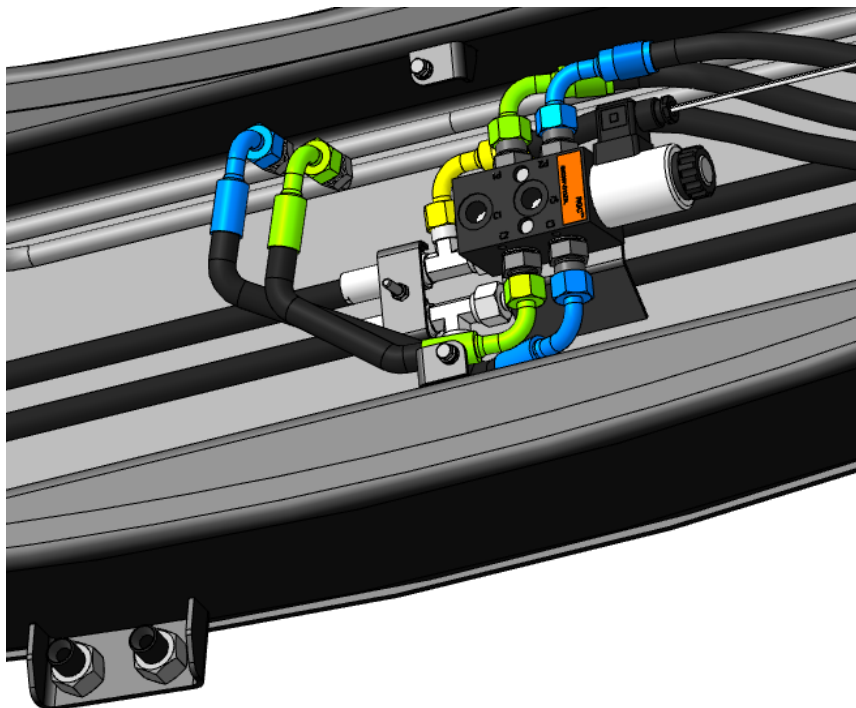

Рисунок 2.10
2.2.3.4 Присоединить угловыми концами с гайкой М20х1,5 РВД питания гидроцилиндров разворота к адаптерам, установленным в порты С2, С3 дивертора (рис.2.10). Вторые концы рукавов, гайка М20х1,5, подключить к трубопроводам гидроцилиндров разворота согласно рис.2.10.